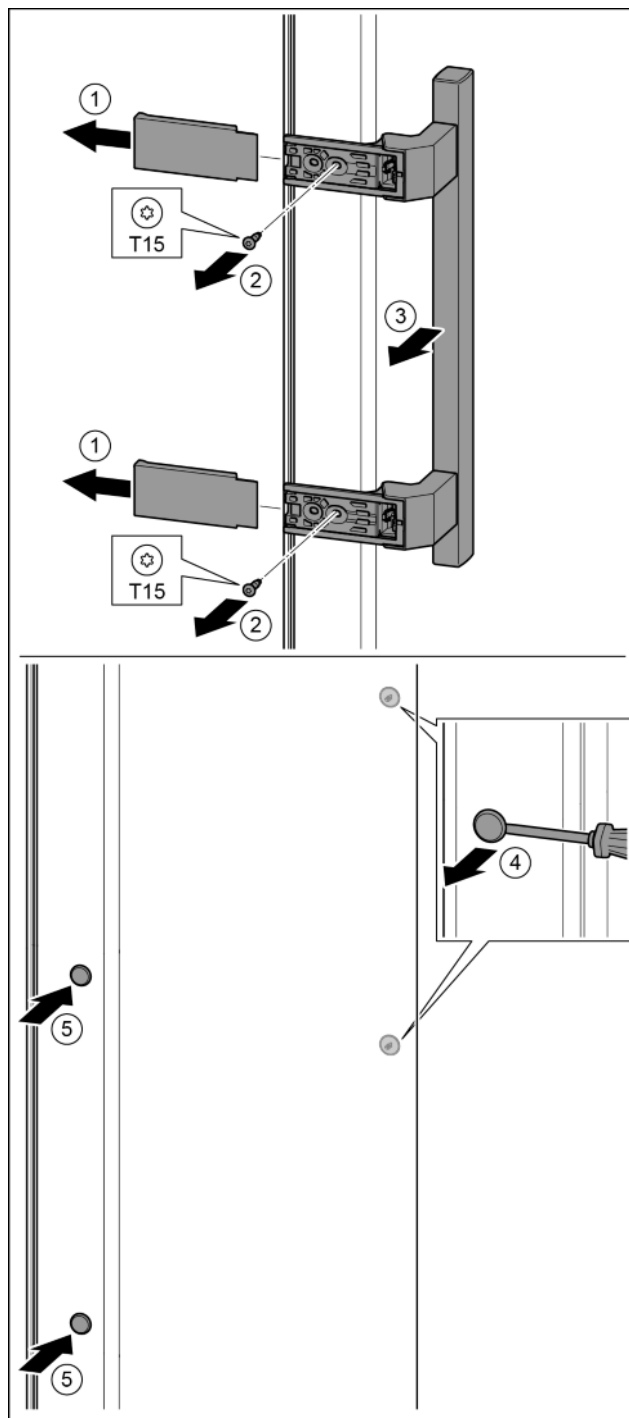

Fig. 20
- Свалете капака. Fig. 20 (1)
- С отвертка T15 отвийте винтовете. Fig. 20 (2)
- Свалете дръжката. Fig. 20 (3)
- С плоска отвертка внимателно повдигнете страничната тапа и я извадете. Fig. 20 (4)
- Отново поставете тапата от другата страна. Fig. 20 (5)